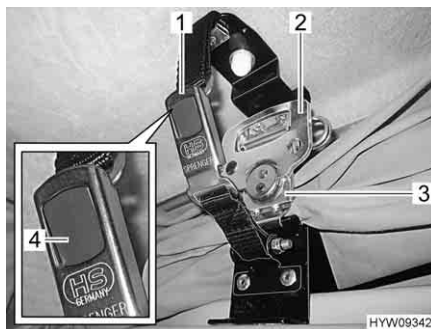

Fig. 32 Bloccaggio (tetto a soffietto)
- Aprire la serratura a scatto (Fig. 32,1) sui due lati. A tale scopo, premere la linguetta grigia (Fig. 32,4).
- Aprire la maniglia (Fig. 32,2) della serratura rapida (Fig. 32,3) e ruotarla per un quarto di giro in senso antiorario. In questo modo il bloccaggio viene sbloccato.